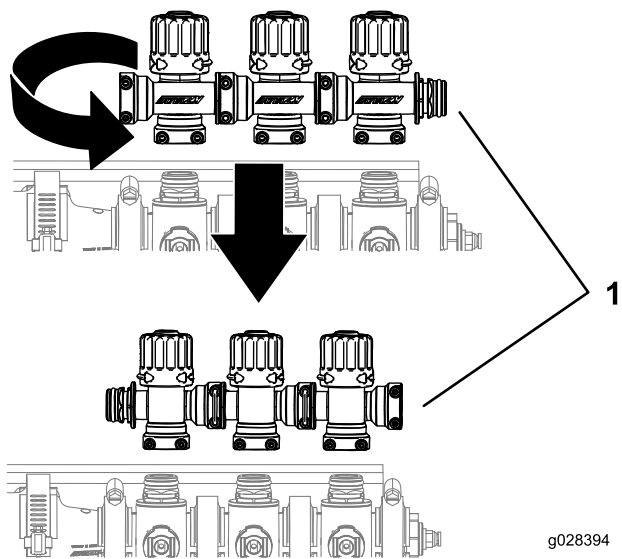

Figure 15
5. Tournez le bloc de vannes de dérivation de rampe de 180 degrés, comme montré à la Figure 15.